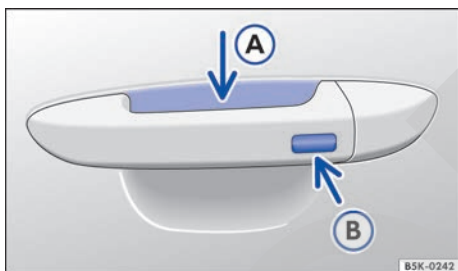

Fig. 60 En la manilla: superficies sensoras.
- Toque la superficie sensora → fig. 60 (A) situada en el lado interior de la manilla de la puerta del conductor o del acompañante.
- Adicionalmente, antes de que transcurran 5 segundos, toque una vez el sensor del lado exterior de la manilla de la puerta → fig. 60 (B). Al hacerlo, no agarre la manilla.